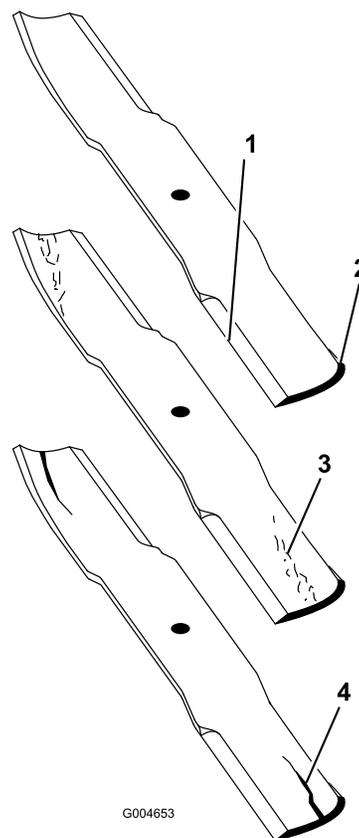

Figura 88
- Verificate accuratamente i taglienti, con particolare attenzione ai punti d'incontro delle sezioni piatta e curva della lama (Figura 88). Sabbia e materiali abrasivi possono consumare il metallo che connette le sezioni piatta e curva della lama, per cui si consiglia di controllare la lama prima di usare il tosaerba. Se riscontrate segni di usura (Figura 88), sostituite la lama.